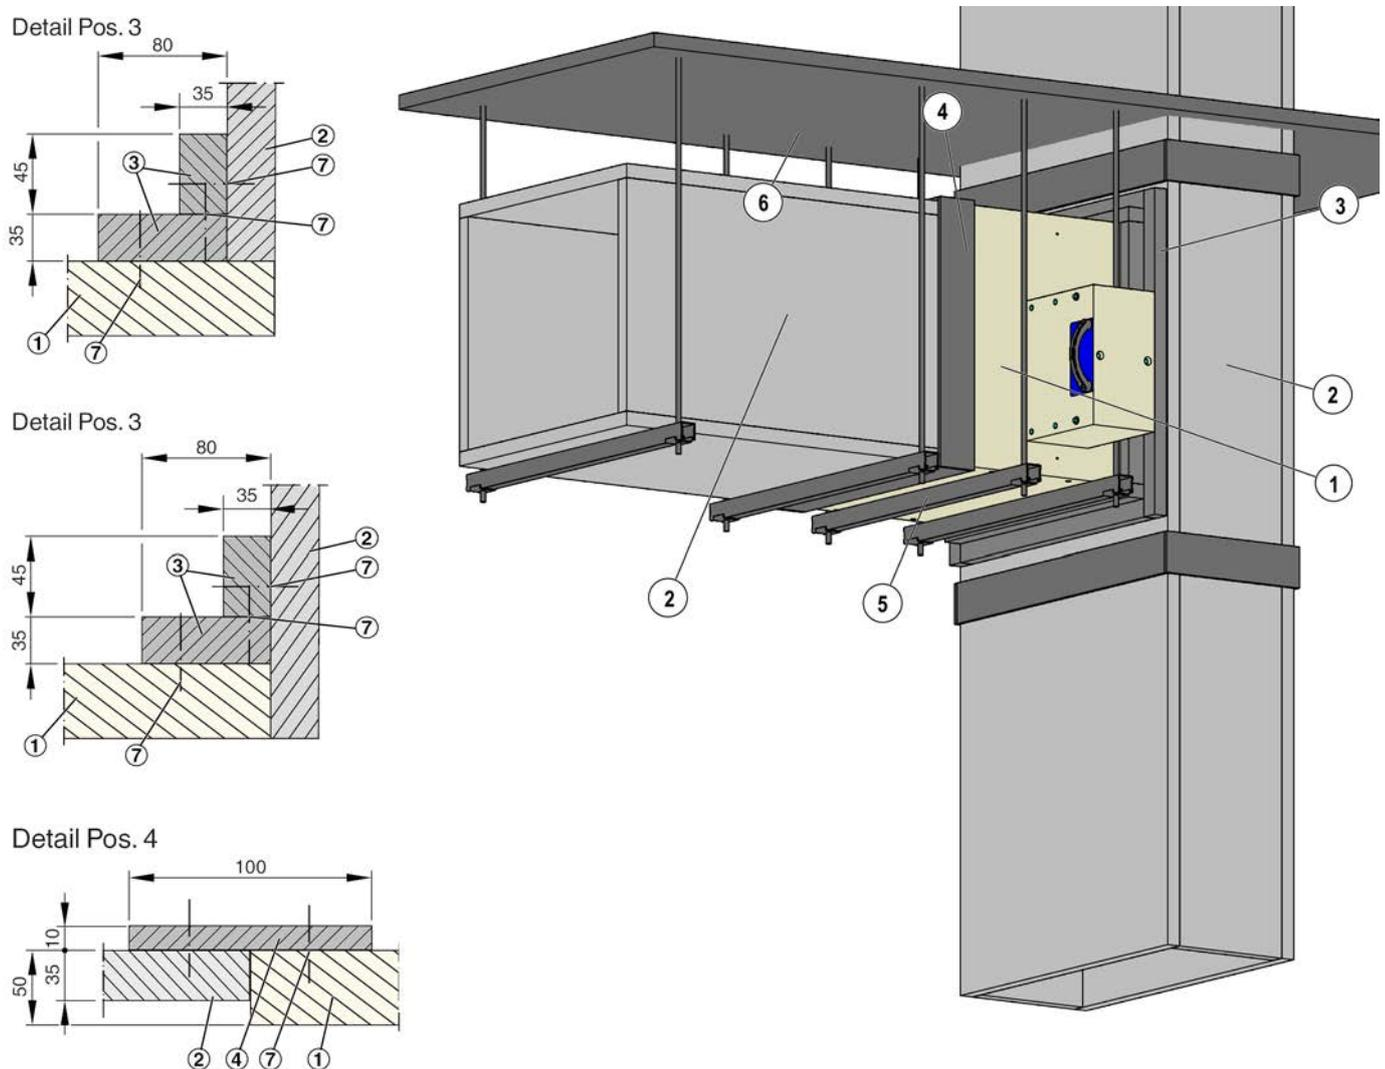

Fig. 19: Instalación a partir de conductos verticales resistentes al fuego para extracción de humo, índice de clasificación: v_{ed}
2. ▶ Conectar el conducto para extracción de humo a la compueta mediante una sección en ángulo (Fig. 19 /3) entre el conducto y la compueta. Aplicar pegamento en las juntas de las secciones en ángulo, en los conductos para extracción de humo y en la compueta para control de humo, unir las partes con grapas de acero, a una distancia de $\leq 150 \text{ mm}$.